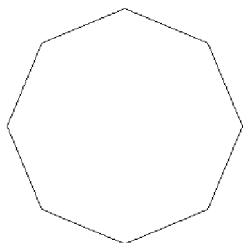
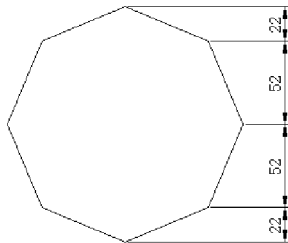

图 3.24 原图
图 3.25 快速标注尺寸
(1) 单击“快速标注”标注按钮,选择要标注的对象。
(2) 单击鼠标右键或按下键盘中的 Enter 键,移动光标到合适的位置后,单击鼠标左键即可完成快速标注。图 3.24 所示为原图,图 3.25 所示为标注角度尺寸后效果。